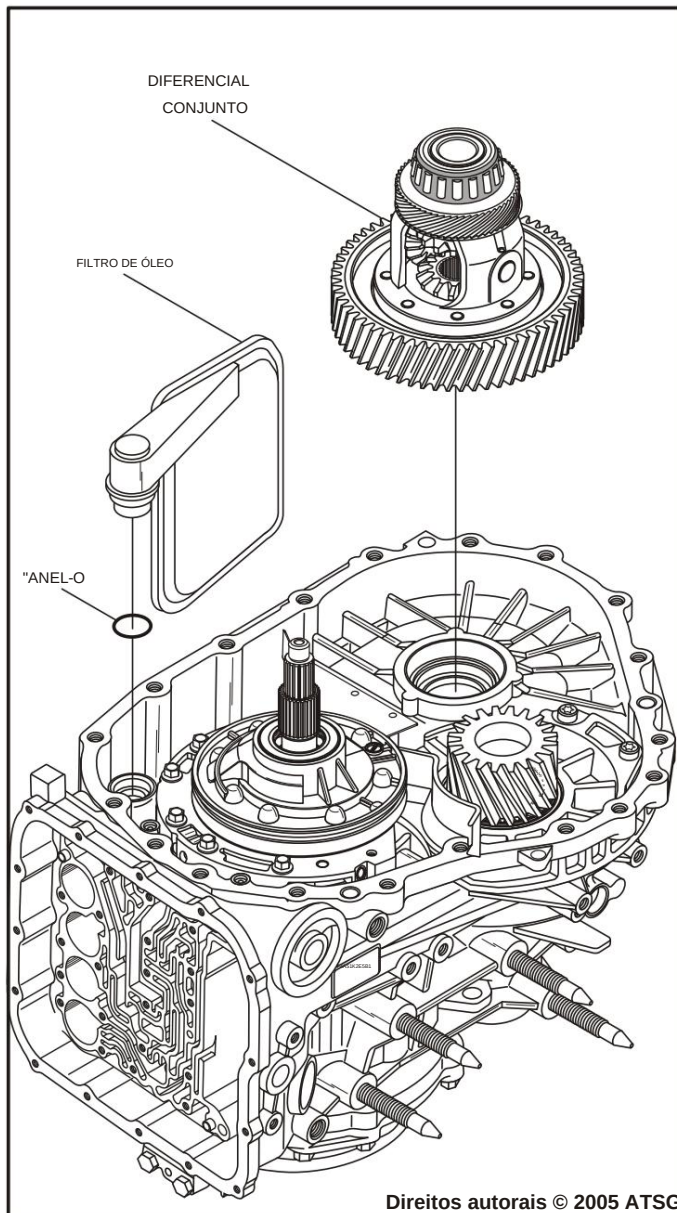

Figura 39
23. Remova e descarte o filtro de óleo e o anel "O", conforme mostrado na Figura 39.
24. Remova o conjunto do diferencial da caixa, conforme mostrado na Figura 39.